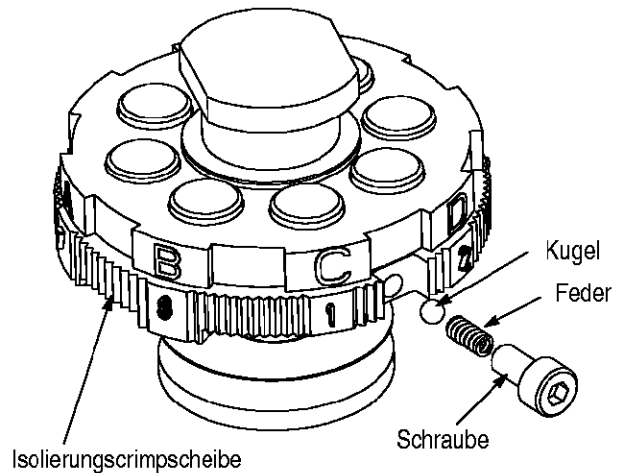

Abbildung 6
5. Wenn Sie Stößelkopfschraube und Leitungs- und Isolierungscrimpscheibe als Einheit in Händen halten, entfernen Sie die seitliche Schraube in der Isolierungscrimpscheibe und nehmen vorsichtig Druckstück, Feder und Kugel heraus. Siehe Abbildung 6. Prüfen Sie die Feder auf Beschädigung, und ersetzen Sie sie falls notwendig.